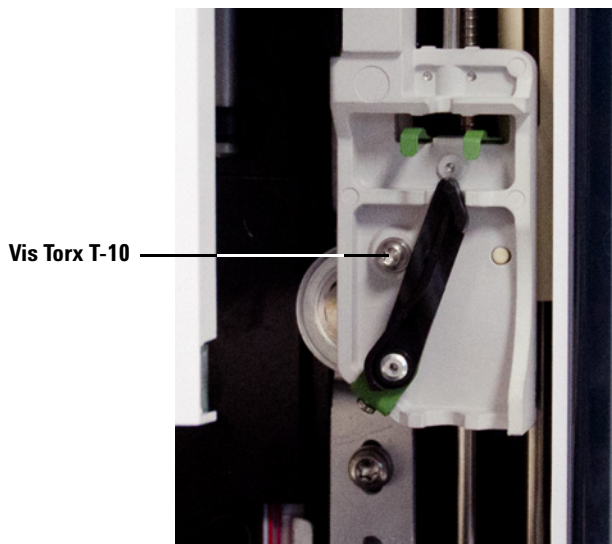

Figure 67 Retrait de la vis Torx T-10
- 9 Desserrez complètement la vis Torx T-10 située juste au-dessus du verrou de la seringue et retirez-la (Figure 67).